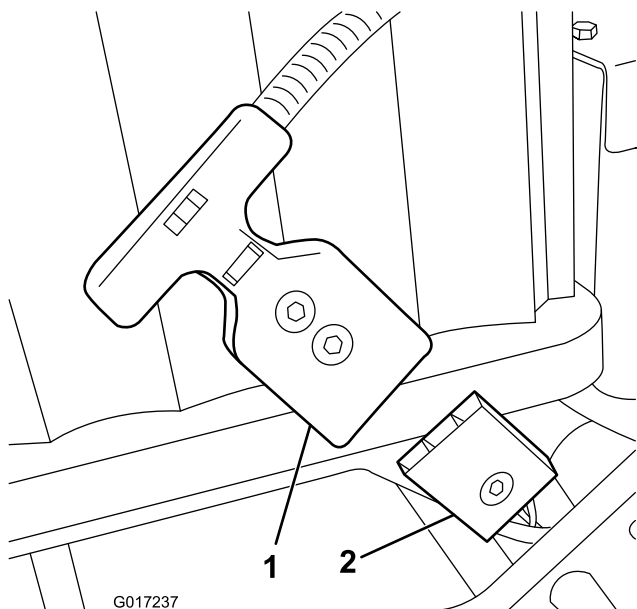

Figura 6
5. Staccate il connettore della maniglia a T di eFlex dal connettore dell'alimentazione della batteria principale adiacente al vano batteria (Figura 6).